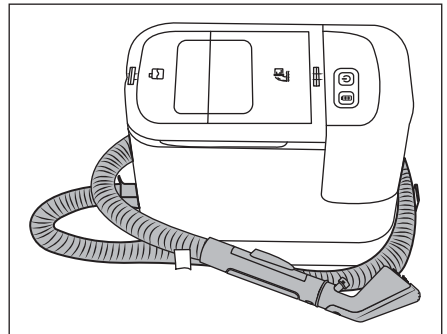

Abb. 10
- ℹ **Hinweis:** (1) Leeren Sie den Frischwasserbehälter 2 aus, wenn Sie das Gerät eine längere Zeit nicht benutzen. (2) Bewahren Sie das Gerät nur im gereinigten Zustand auf. Beachten Sie hierzu die Beschreibung im Kapitel **Reinigung und Pflege**.
- ◆ Ziehen Sie die Schlauchhalterung 15 aus dem Gerät. Legen Sie den Sprüh-/Saugschlauch 19 um das Gerät und verwenden dabei die Schlauchhalterungen 15/16 (siehe Abb. 10).